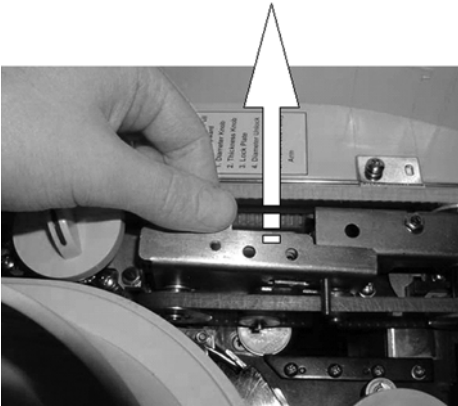

Abbildung 4
- klappen Sie herauf die Baugruppe mit dem Riemenantrieb an der Klammer auf (Abb. 4)